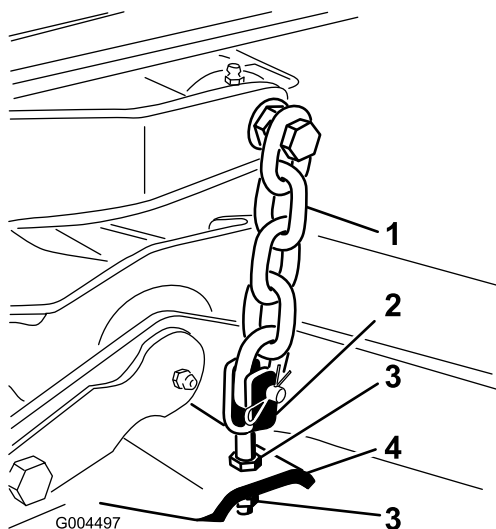

Bild 24
8. Stellen Sie die Klemmmuttern ein, mit denen die Mähwerkabeln bzw. -ketten am Mähwerk befestigt sind, bis das Mähwerk nivelliert ist (Bild 24).
7. Bild 24 Stellen Sie die Klemmmuttern ein, mit denen die hinteren Mähwerkjochs bzw. -ketten befestigt sind, um das Heck des Mähwerks anzuheben, sodass die Messerneigung auf 8 mm eingestellt ist.